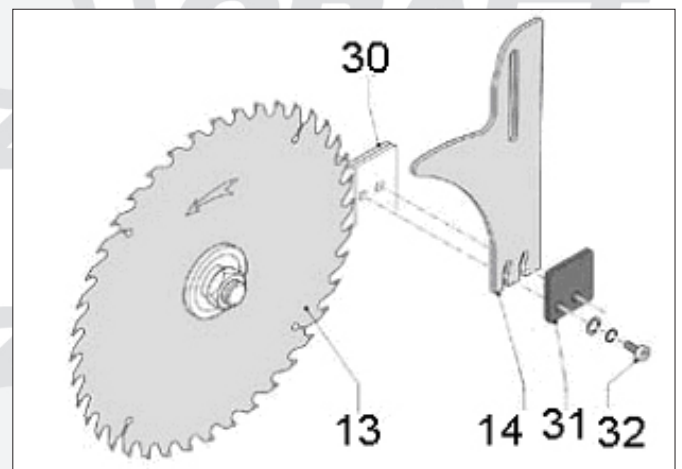

Abbildung 8
Drehen Sie den Handgriff zur Einstellung der Schnitttiefe so, dass sich das Sägeblatt in der höchsten Stellung befindet. Nehmen Sie den Tischeinsatz (33) heraus. Lösen Sie die Sechskantschraube (32), und schieben Sie das Spaltmesser (14) zur Schraube zwischen dem Beschlag (30) und der Klemmplatte (31) hinunter. Stellen Sie das Spaltmesser so ein, dass dessen Spitze max. 20 mm über das Sägeblatt geht und circa 3-8 mm weg davon. Ziehen Sie die Sechskantschraube fest, und setzen Sie den Tischeinsatz wie in Abbildung 8 gezeigt wieder an seinen Platz.